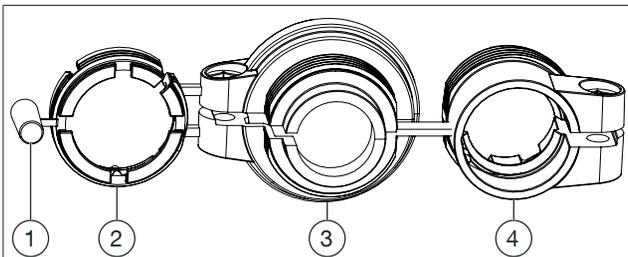

Abb. 2: Adapter
3. Wählen Sie soweit notwendig einen passenden Adapter für den „mote 200“ (siehe Abb. 2 auf Seite 8 und 6 auf Seite 8) und montieren Sie diesen auf das Heizungsventil.